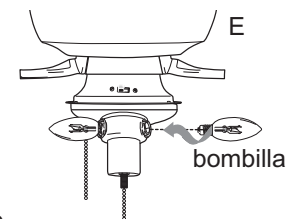

Fig. 9
9. Instale tres bombillas de base candelabro de 40 vatios máx. (no incluidas); se recomienda tamaño CA8. [Fig. 9]